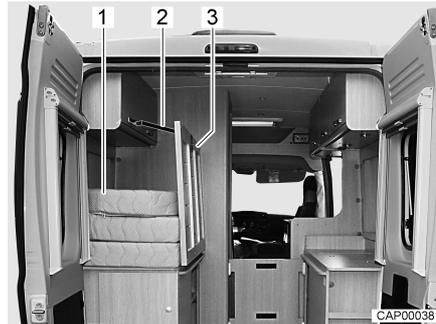

Bild 29 Längsheckbett (in Transportstellung)
- Rechte und mittlere Matratze (Bild 29,1) von der Liegefläche abnehmen und auf die linke Matratze legen.
- Klappbaren Bettrost (Bild 29,3) nach oben klappen.
- Bettrost mit Sicherungsgurt (Bild 29,2) sichern.